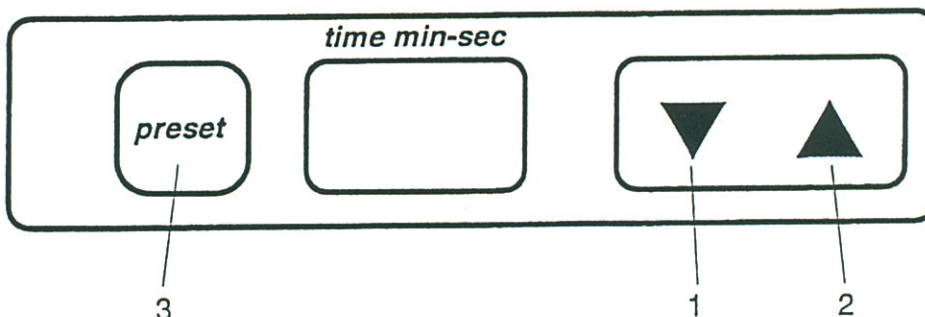

Fig. 7
Når centrifugens låg står åbent forudindstilles centrifugeringstiden med knapperne \setminus / \wedge (1) og (2) (fig. 7). Tiden kan indstilles imellem 1-99 min eller konstant kørsel, som ligger over 99 min og vises som to vandrette streger i displayet "time min-sec."